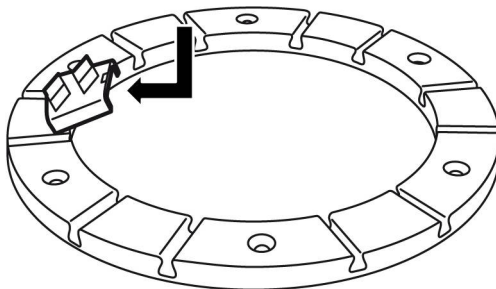

Abbildung 4-2. Montage der Schleifwerkzeuge
2. Führen Sie das neue Schleifwerkzeug schräg von oben nach unten in die dafür vorgesehene Führung im Werkzeughalter ein, siehe Abbildung 4.2